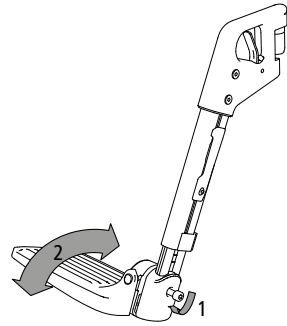

Abb. 33
2. Lossa sedan insexskruven och dra fotstödet något inåt tills låsningen släpper (1, bild 33).
3. Vinkla fotstödet på önskat sätt (2, bild 33). Dra sedan åt insexskruven igen.